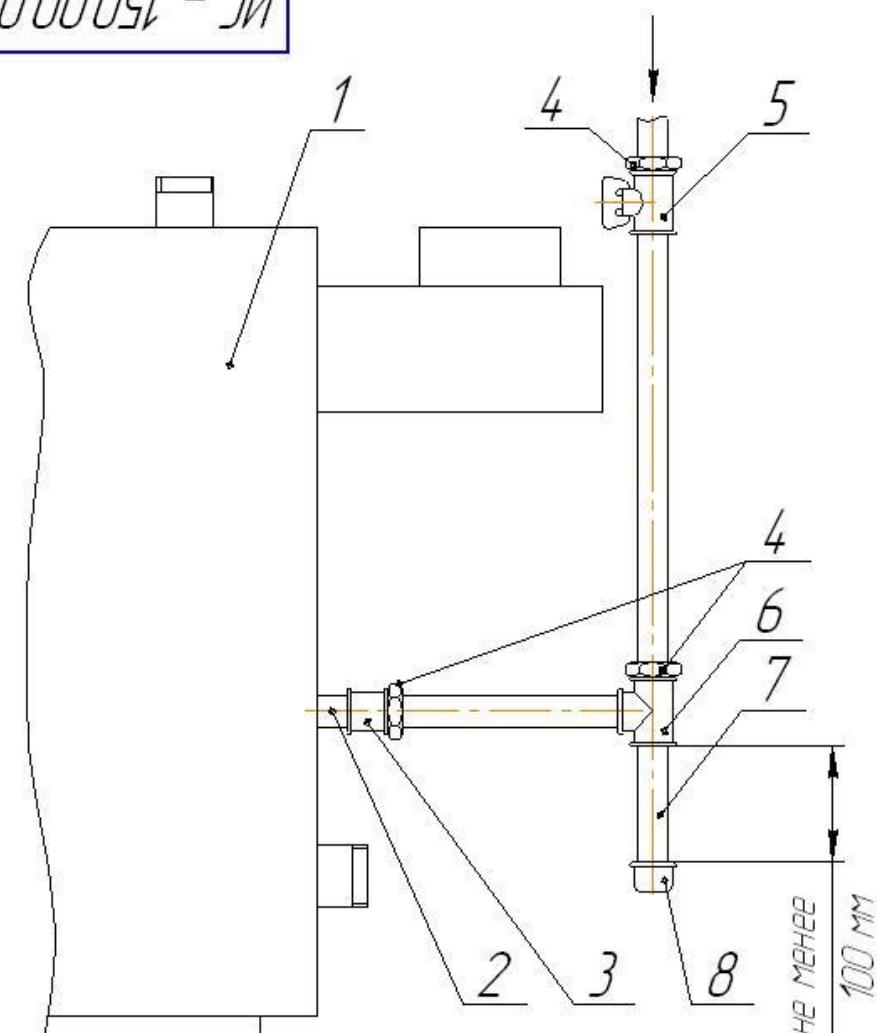

Рис. 9. Схема подсоединения котла к газопроводу.
5.7 На газоподводящей трубе перед котлом обязательно должен быть установлен газовый кран, перекрывающий доступ газа к котлу /см. рис. 9/.
5.8 Рекомендуется на входе газопровода в котел устроить ловушку-отстойник /см. рис. 9/.
2 На входе в котел /клапан/ обязательно нужно устроить конденсатную ловушку /см. рис. 9/.